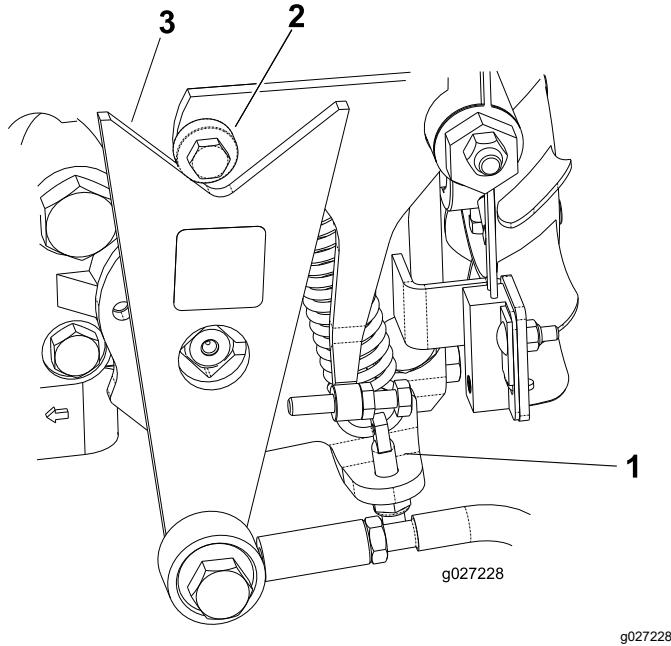

Bild 43
- Wenn sich die Räder in der richtigen Richtung bewegen, stellen Sie den Motor ab und stellen die Sicherungsmutter des Federeinstellungsstifts ein (Bild 43). Stellen Sie die Neutral-Stellung des Getriebes ein, siehe Einstellen der Leerlaufstellung für den Fahrantrieb \(Seite 38\).